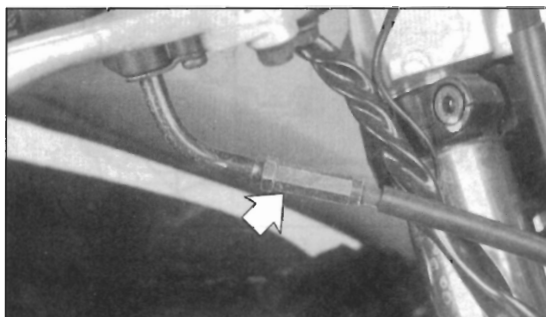

Bild 37
- Seilzugspiel am oberen Einsteller Bild 37 nach Lösen der Gegenmutter so einstellen, dass sich am Drehgriffumfang ein Leerweg von 2 – 5 mm ergibt. Gegenmutter wieder anlegen.